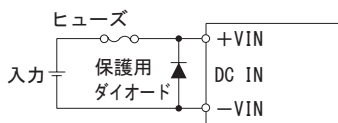

図3.3 逆接続防止
(4) 逆接続の防止
■ 入力端子に極性逆の電圧が加わると故障します。極性逆の電圧が加わる可能性がある場合は、図3.3のような保護用の回路を外付けしてください。